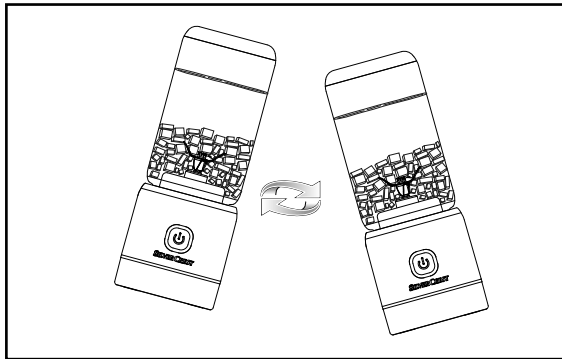

Fig. 1
- 4) Puede mover el aparato para distribuir mejor los ingredientes mientras los procesa. Para ello, sujete el aparato con la mano y desplácelo de un lado para otro con movimientos oscilantes (consulte la fig. 1). Asegúrese de que el vaso para batir ④ no se suelte del bloque motor ⑨.
- ❗ **Indicación:** si la cuchilla ⑤ se atasca, el indicador luminoso ⑧ se ilumina 5 veces en rojo y 5 veces en blanco de forma alterna. Suelte cuidadosamente los trozos atascados con, p. ej., un tenedor y vuelva a empezar un nuevo ciclo. Tras esto, el indicador luminoso ⑧ vuelve a iluminarse en blanco.